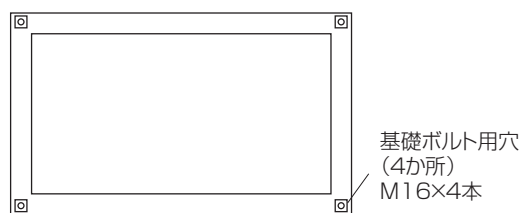

図1 基礎図
- ①ユニットを設置する場合には、コンクリートなどのしっかりした基礎の上に図1、2に示すようにユニットを載せてください。また、基礎は床面より100mm以上高くし、水平度を取ってください。（基礎がしっかりしていませんと、振動発生の原因となります。）